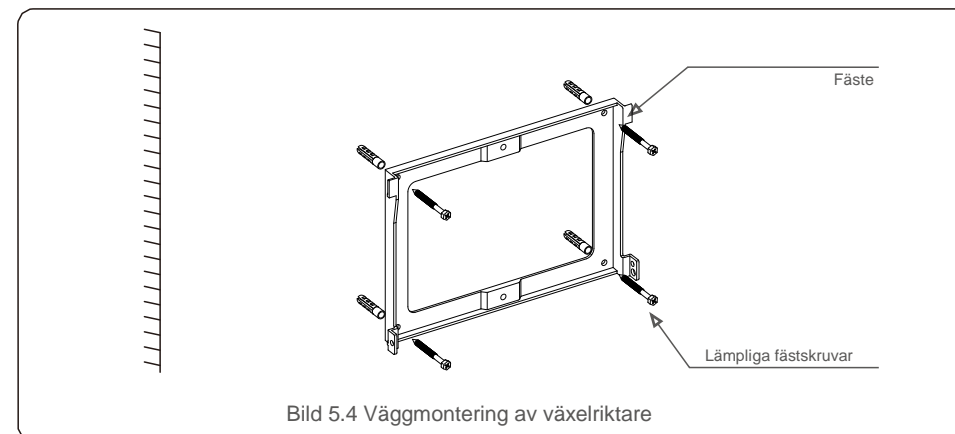
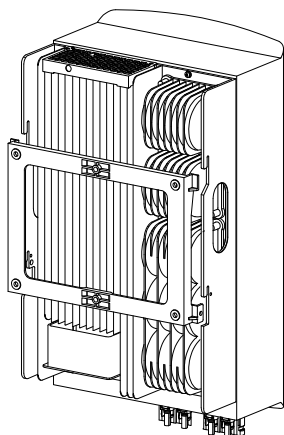

Bild 5.4 Vägghontering av växelriktare
Bild 5.5 Montering av växleriktare
Se bild 5.4 och bild 5.5. Växelriktaren ska monteras vertikalt. Monteringsstegen av växelriktaren listas nedan.
1. Se bild 5.4, expansionsbulvhålen är baserade på diametern på fästhålerna (ST6.3 * 60 tvärförsänkta sexkantskruvar, HJ0108 10*50 mm expanderbara rör), med slagborrning med 10 mm borrhör för att förbli vertikal på väggen. Borrhålet måste vara vertikalt på väggen. Och alla borrhåls djup ska vara 60 mm.
2. Se till att fästet är horisontellt, och att monteringshålerna (i bild 5.4) är markerade korrekt. Borrhålerna i väggen där du har markerat.